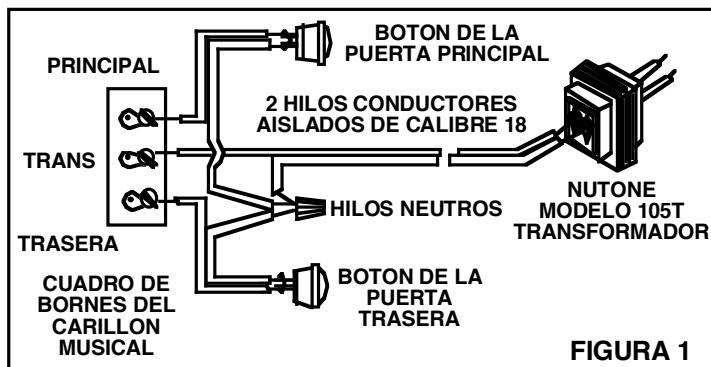

FIGURA 1
2. Desconecte los hilos del bloque de terminales del carillón existente de la puerta. Marque cada hilo al retirarlo principal (puerta principal), trans (transformador) y trasera (puerta trasera). **Vea la Figura 1. Si hay presentes más hilos (es decir, puerta lateral) de los requeridos por el diagrama del cableado, tape estos hilos individualmente con una tuerca de hilos y cinta aislante para usos eléctricos.**
4. **Vea la Figura 1.** Conecte los hilos del transformador y de los botones al cuadro de bornes del carillón musical.